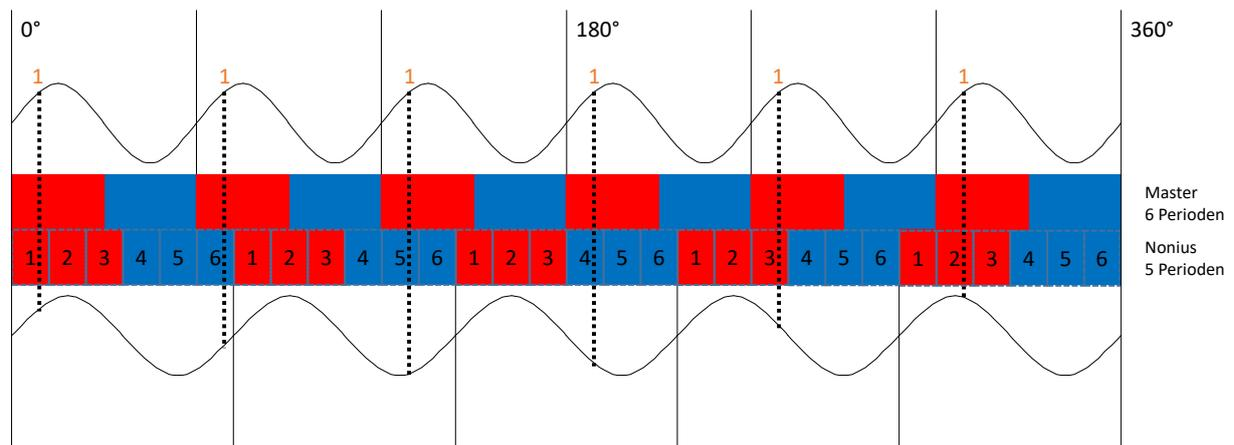

Abbildung 2: Absolutes Messprinzip am Nonius
Um das Absolutmessprinzip anhand des Noniusprinzips zu erläutern, soll die Abbildung 2 helfen. Dort ist ein Beispiel eines Noniusmusters mit sechs Perioden, also sechs Polpaaren, auf der Masterspur und fünf Perioden auf der Noniusspur dargestellt. Die markierten Messpunkte (1) sollen hier als Beispielposition dienen. Diese Position ist in der Periode eindeutig und absolut. Jedoch auf das gesamte Muster betrachtet tritt diese Position sechs Mal auf. Um eine eindeutige Positionszuordnung auf dem gesamten Muster zu realisieren, wird die Noniusspur ergänzt. Um eine eindeutige und absolute Position zu bestimmen, wird eine Periode der Noniusspur gedanklich in so viele Teile gegliedert, wie die Masterspur Perioden hat. In diesem Beispiel werden sechs Teilstücke definiert. Die Position der Masterspur wird jeweils mit einem anderen Segment der Noniusspur kombiniert. Somit ist in Kombination beider Spuren eine eindeutige und absolute Positionsbestimmung möglich.